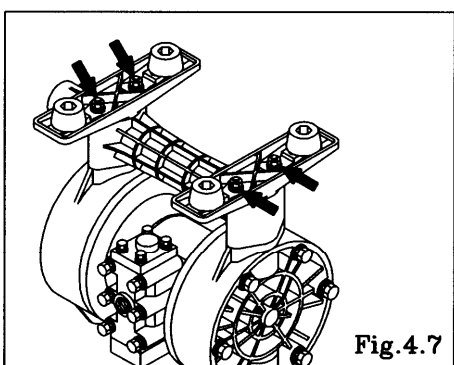

Fig.4.7
- ・〔Fig.4.7〕のように本体組立を逆さまにする。
- ・タイロッド 4 本を引抜き、ベース、インマニホールドを取り外す。〔Fig.4.7〕